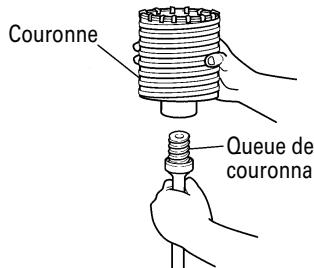

Fig. 11
- (1) Monter la couronne sur la queue de couronne. (Fig. 11)